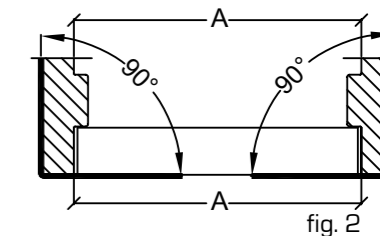

fig. 2
- at karmen er i vinkel og lod jf. fig. 2.